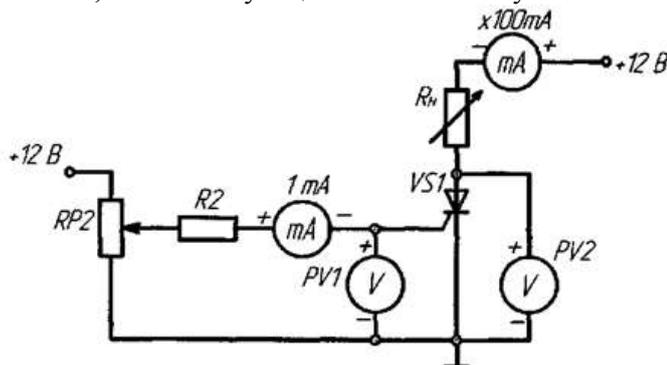

Рис. 2
1) Собрать схему для исследования тиристора на постоянном токе в соответствии с рис. 2. Регулятор  $R_H$  перевести в положение «0», соответствующее минимальному значению сопротивления.